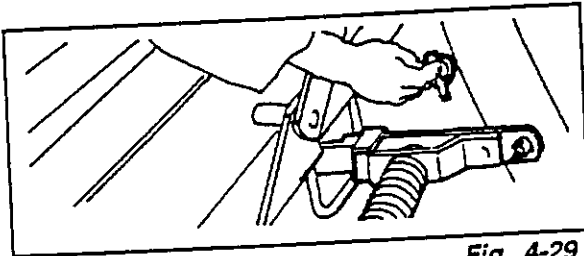

Fig. 4-29
4. Soltar el tirante de trabajo (Fig. 4-29).